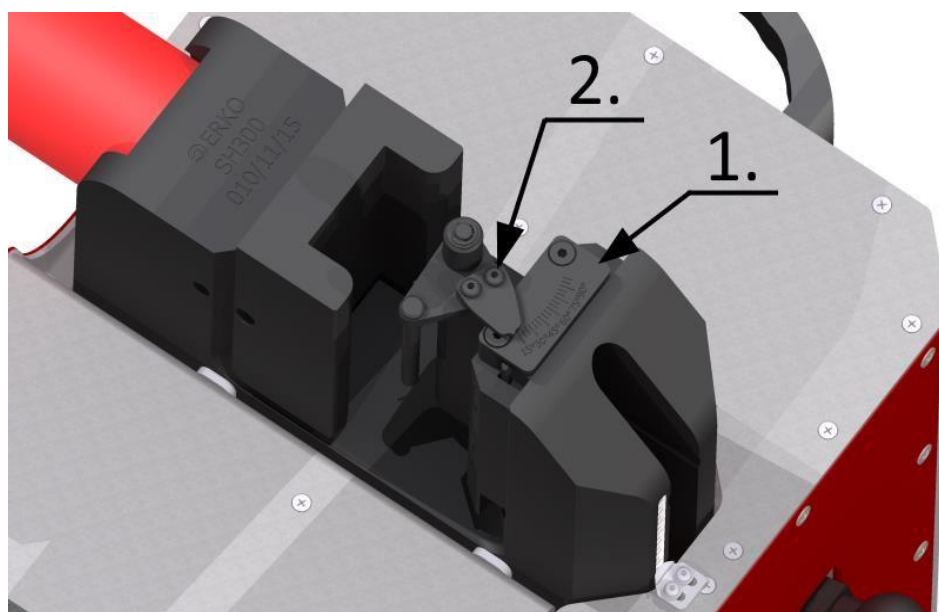

Рис. 15. Вставка для згинання – калібрування.
7. Для початку згинання увімкніть гідравлічний блок або використайте ножну помпу. Проводьте операцію до отримання потрібного кута. Кут згинання відображається на шкалі (рис. 15, поз. 1) — див. примітку нижче.
Примітка! Шкальна шкала індикатора не враховує гнучкість матеріалу. У разі зміни розмірів, властивостей або самого матеріалу, який згинається, досягнутий кут згинання може відрізнятись від показань індикатора. Користувач може ослабити два болти (рис. 15, поз. 2), що тримають індикатор, і скоригувати положення шкали відносно оброблюваного матеріалу.